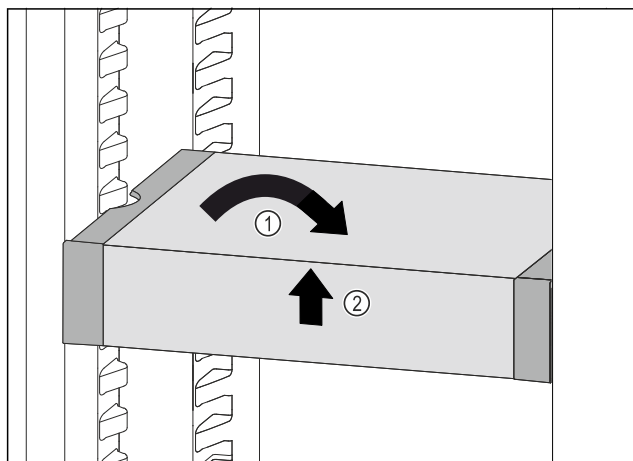

Fig. 180
- VarioSafe recht zetten. Fig. 180 (1)
- VarioSafe aan voorkant optillen. Fig. 180 (2)